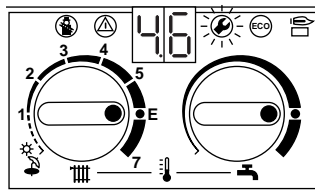

Fig. 50
- Dopo avere rilasciato il pulsante sul display appare per ca. 5 sec, ad es. la sigla „4.6“ seguita dalla sigla „00.“ oppure „01.“. Il pulsante si illumina (fig. 50).